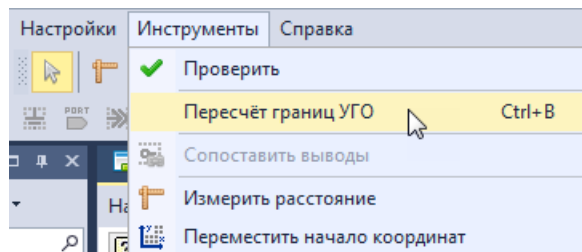

Рис. 47 Перерасчет границ УГО
- Для корректного отображения границ созданного УГО произведите перерасчет границ. Вызов данной функции доступен в главном меню -> раздел «Инструменты» -> «Перерасчет границ УГО», см. Рис. 47.